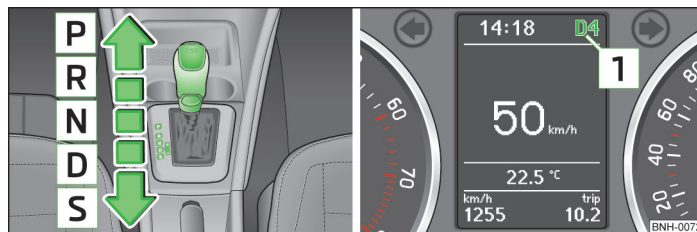

Fig. 70 Palanca selectora/pantalla informativa: Posiciones de la palanca selectora
La posición actual de la palanca selectora se visualiza en la pantalla del cuadro de instrumentos **1** » fig. 70.
► Presionar la palanca selectora desde la posición **D** hacia la derecha. La posición de la palanca selectora se visualiza junto con la marcha puesta en la pantalla del cuadro de instrumentos  » fig. 70.